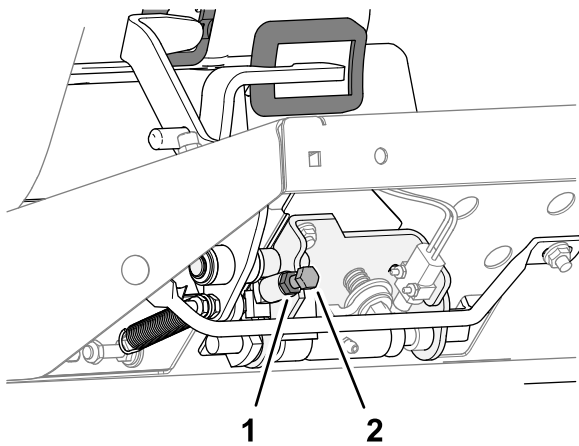

Figure 32
**Important:** La vitesse de tonte est réglée à l'usine à 9,7 km/h. Vous pouvez l'augmenter ou la réduire en réglant la vis de butée de vitesse (Figure 32).